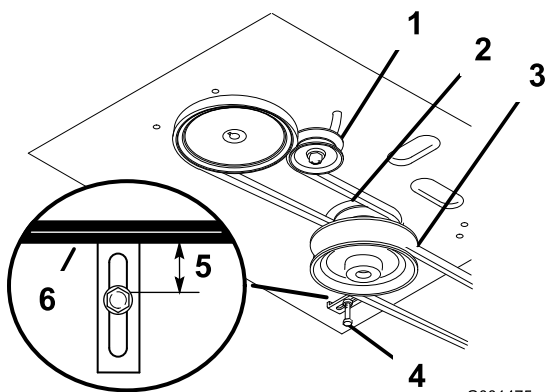

Figure 43
8. Vérifiez le bon réglage du guide-courroie sous le bâti du moteur (Figure 43).
**Remarque:** Le guide-courroie et la courroie du tablier de coupe doivent être espacés de 19 mm ( $\frac{3}{4}$  po) quand la courroie est engagée (Figure 43). Réglez la courroie du tablier de coupe au besoin. La courroie désengagée ne doit pas traîner ni tomber de la poulie quand les guides et la tension de la courroie sont réglés correctement.